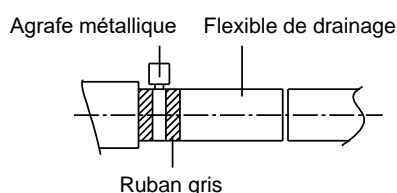

Fig. 22
4. Serrez l'agrafe jusqu'à ce que la tête du boulon s'approche à une distance inférieure à 4 mm par rapport à l'agrafe (fig. 22)